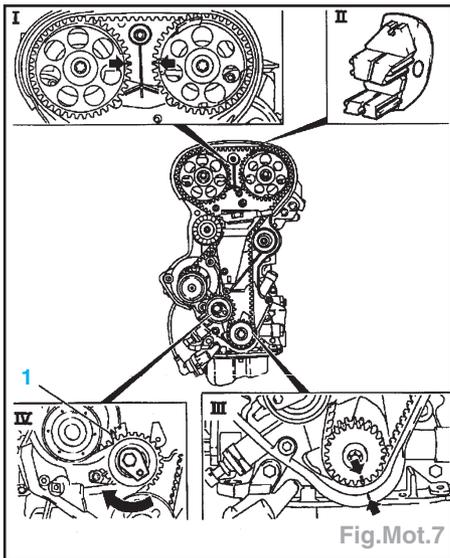

Fig.Mot.7
- Tourner régulièrement le vilebrequin, aligner les repères des pignons d'ACT, de vilebrequin et bloquer avec l'outil KM-852 (Fig.Mot.7).
- Détendre le galet-tendeur en tournant l'excentrique (sens horaire) jusqu'à ce que le repère (1) du galet se trouve peu avant la butée G et déposer la courroie de distribution (Fig.Mot.7).
- Tourner le vilebrequin de 720° (2 tours) dans le sens de fonctionnement et placer le vilebrequin aux repères (Fig.Mot.7).
- Tourner le vilebrequin pour l'amener au repère (Fig.Mot.7).